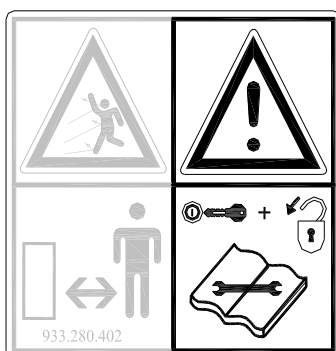
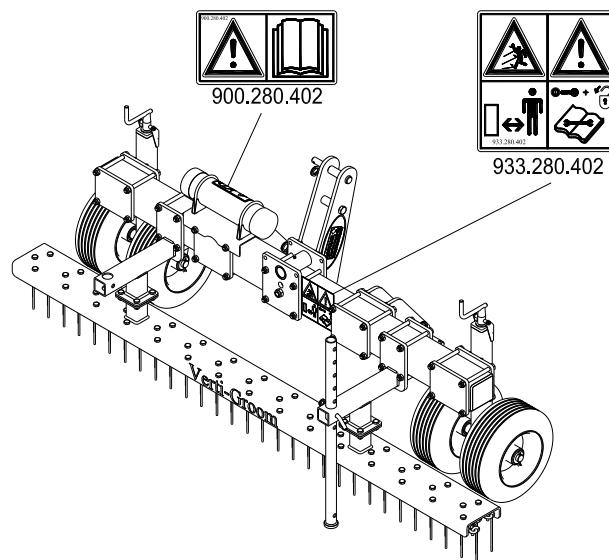

Fig. 2
Fig. 5
Aos dois lados do Verti-Groom encontram-se (Fig. 5) etiquetas autocolantes de segurança (Fig. 2,30,4) com um significado do mesmo teor. Estas etiquetas de segurança devem sempre ser bem visíveis e legíveis e devem, se danificadas, ser trocadas.
- (7) Localização das etiquetas autocolantes de segurança. (Fig. 5)